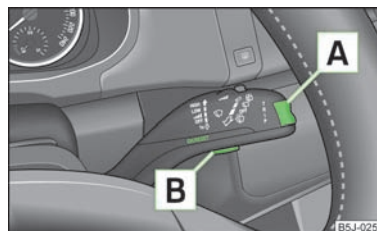

Fig. 6
La modification de la mémoire se fait au moyen de la touche [B] » fig. 6 sur la manette des essuie-glaces.
L'interrupteur [A] » fig. 6 et la touche [B] se trouvent dans la poignée de la manette des essuie-glaces.
» Donnez une impulsion sur la touche [B] » fig. 6.
» Appuyez sur la partie supérieure ou inférieure de la touche à bascule [A] » fig. 6. Ceci permet de faire afficher successivement les fonctions individuelles du visuel multifonction.
» Appuyez pendant plus de 1 secondes sur la touche [B] » fig. 6.
Un symbole représentant un flocon de neige (avertissement de verglas) s'affiche si la température extérieure descend en-dessous de + 4 °C et un signal retentit. Après avoir appuyé sur l'interrupteur  » fig. 6, la fonction représentée est la dernière qui a été affichée.
La durée du trajet depuis le dernier effacement de la mémoire apparaît sur le visuel. Pour déterminer la durée du trajet à partir d'un moment bien précis, remettez la mémoire à zéro au moment souhaité, en appuyant sur la touche  » fig. 6.
Effacer la mémoire avec la touche  de la manette des essuie-glaces » fig. 6 pour déterminer la consommation de carburant moyenne sur une certaine période. Une fois la mémoire effacée, seuls des traits s'affichent sur le visuel sur les 300 premiers mètres.
Le trajet parcouru depuis le dernier effacement de la mémoire apparaît sur le visuel » page 15. Pour déterminer la distance parcourue à partir d'un moment bien précis, remettez la mémoire à zéro au moment souhaité, en appuyant sur la touche  » fig. 6.
La vitesse moyenne en km/h depuis la dernière remise à zéro de la mémoire s'affiche sur le visuel » page 15. Si vous souhaitez calculer la vitesse moyenne de carburant pour une période précise, vous devez remettre la mémoire à zéro au début de la mesure, au moyen de la touche  de la manette des essuie-glaces » fig. 6.
- A l'aide de la touche  » fig. 6, sélectionnez la commande de menu **Avertissement en cas de dépassement de la vitesse**.
- A l'aide de la touche [A] » fig. 6, sélectionnez la commande de menu **Avertissement en cas de dépassement de la vitesse**.